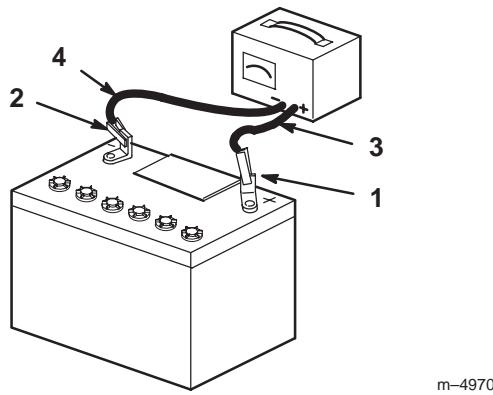

Figure 67
- Quand la batterie est chargée au maximum, débranchez le chargeur de la prise, puis débranchez les fils du chargeur des bornes de la batterie (Fig. 67).